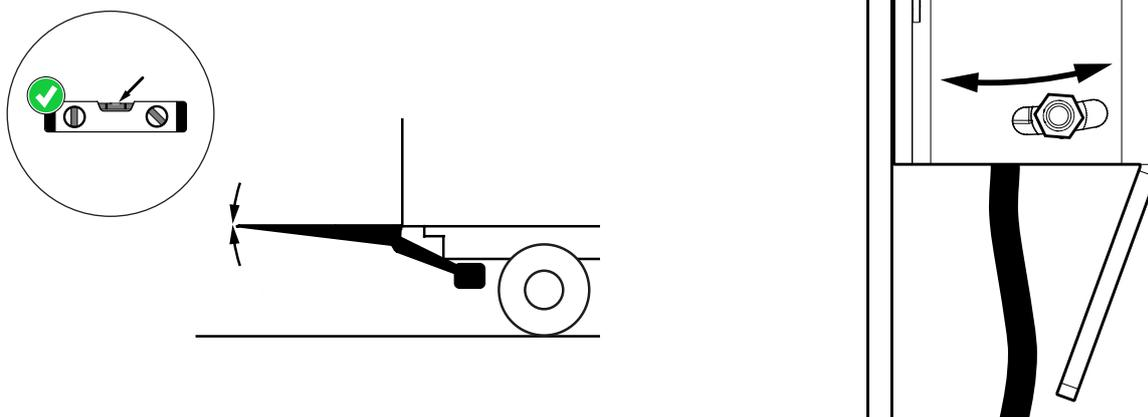

Figura 51. Ajuste del ángulo de basculamiento automático
1. Aflojar los dos tornillos sin desenroscarlos del todo, véase Figura 51.
2. Ajustar la posición del sensor de ángulo en el ángulo deseado, véase Figura 51.